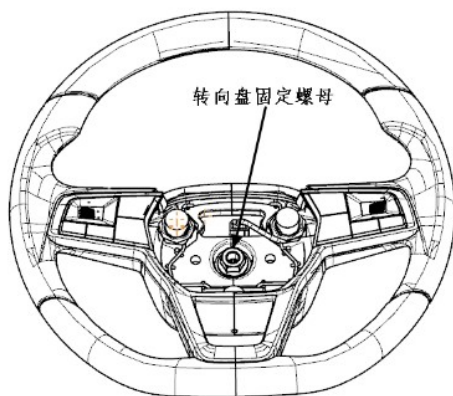

图 4-13
①脱开线束接头。
②使用 18#套筒拆下转向盘固定螺母，如图 4-13 所示。